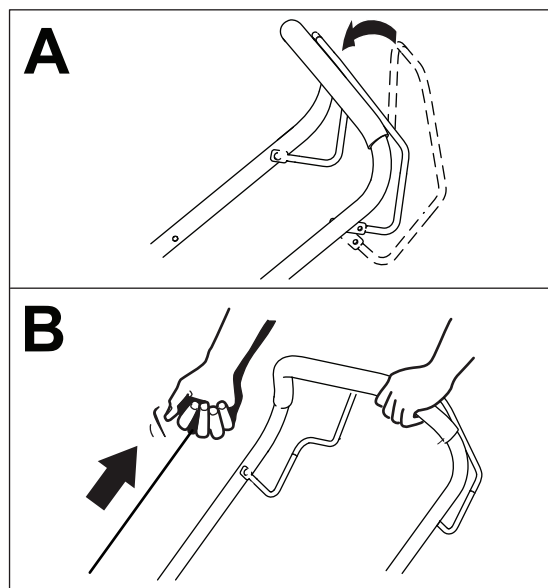

Figura 13
6. Ții bara de comandă pentru lamă lângă mâner (A din Figura 13).
7. De la motor, tragei mânerul demarorului cu recul (B din Figura 13).